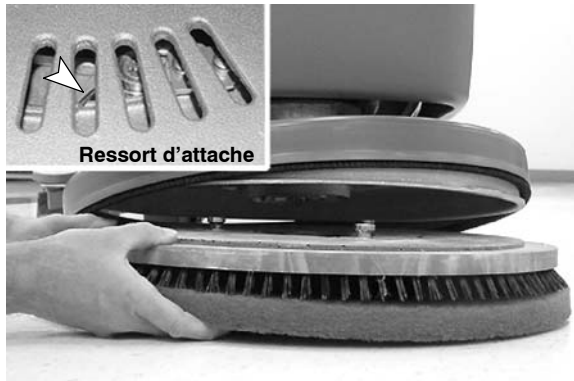

FIG. 9
4. Aligned les goujons de fixation dans les fentes du moyeu d'entraînement et effectuez une rotation rapide de l'entraîneur de patin, afin d'engager le ressort d'attache (Figure 9).